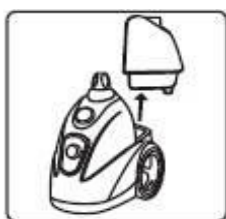

fig.10
1. Asegúrese de que el aparato está desenchufado. Retire el depósito de la base del aparato sujetándolo por el pomo negro situado en la parte superior. (fig.10)